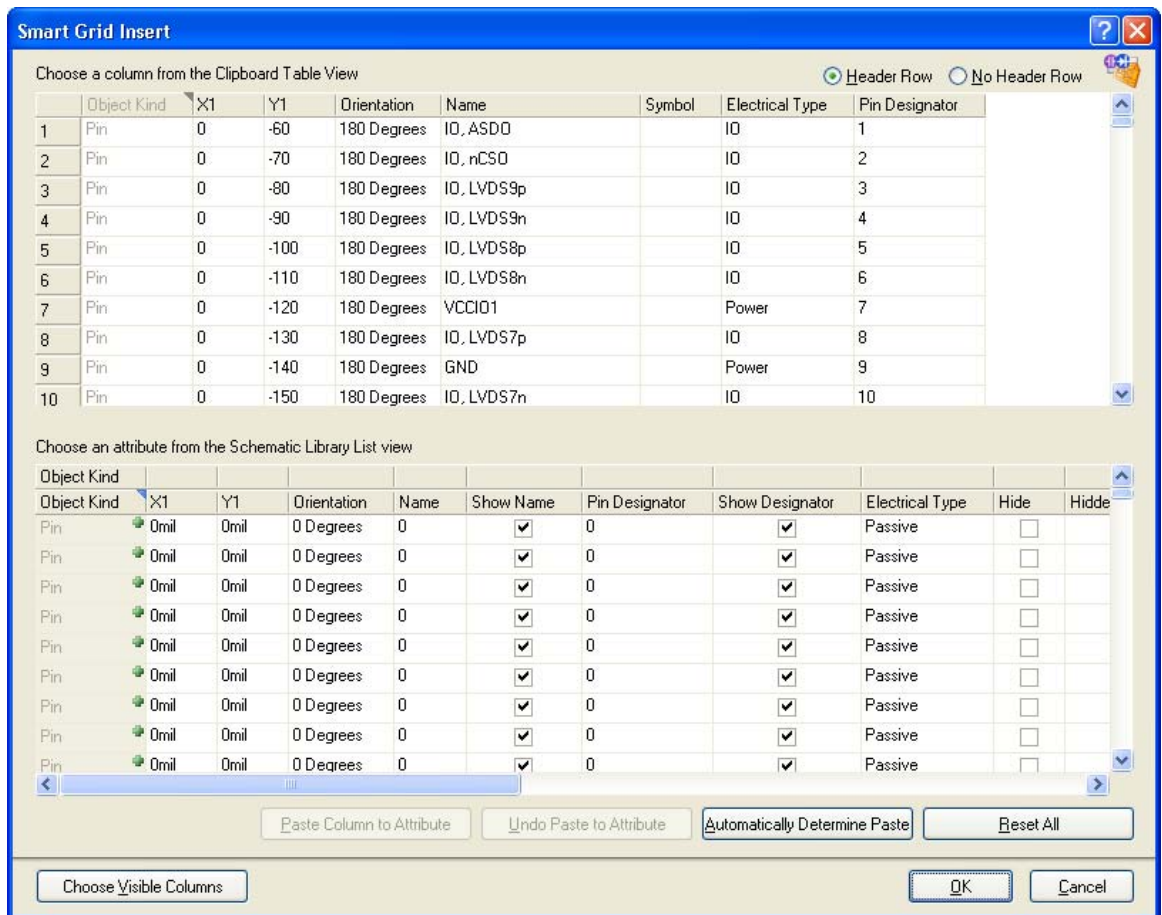

图 59.随粘贴出现的智能网格插入对话框
10. 图 59 对话框显示你现在能从电子表格中设置到 Altium Designer 的列表。在这个过程中，如果没有复制列的名称，可以手动来完成，在上面部分选择一列并在下面部分选择匹配的列，，然后按 **Paste Column to Attribute** 按钮来链接。如果正确复制了列表名称，通过点击 **Automatically Determine Paste** 按钮完成自动粘贴